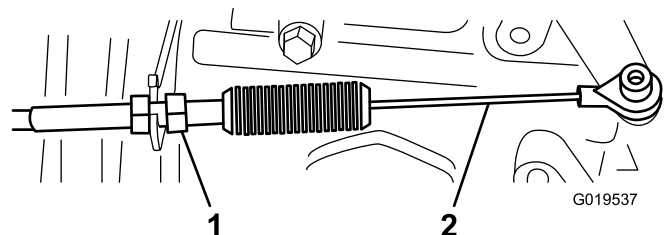
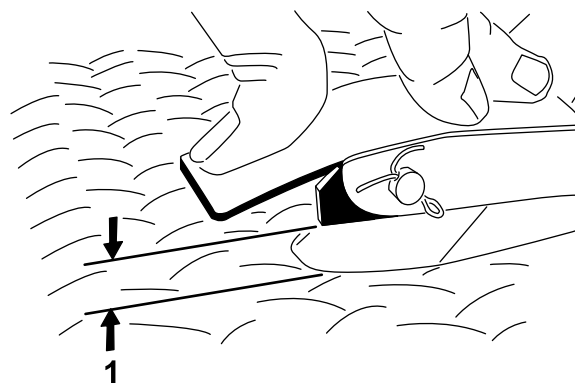

Figure 67
Figure 68
2. Réglez la rotule sur le câble d'accélérateur (Figure 67) pour obtenir une garde de 2,54 à 6,35 mm entre le bras de la pédale d'accélérateur et le haut du plancher quadrillé (Figure 68) lorsque vous appliquez une force de 11,3 kg au centre de la pédale.
3. Serrez le contre-écrou (Figure 67).